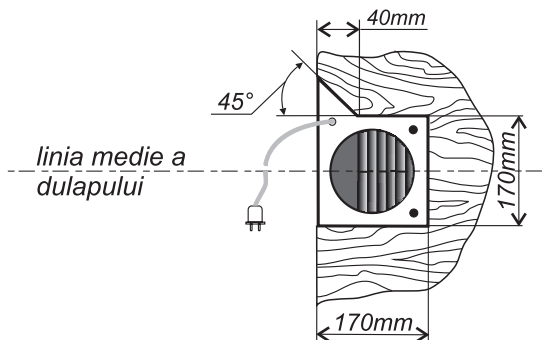

Fig. 5
- 6.3 Dulapul pentru încorporarea hotei trebuie să aibă o cavitate cu decupaj în panoul de sus (fig. 5).